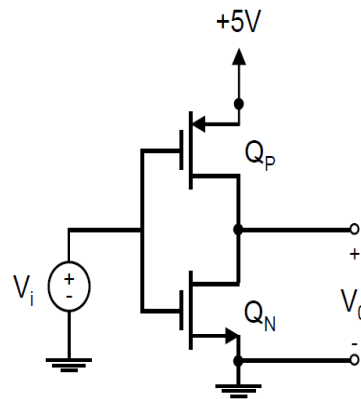

Figura 7.7: Circuito del inversor CMOS
- Monta el circuito de la figura 7.7, correspondiente al inversor CMOS utilizando los transistores ZVN4424A ( $Q_n$ ) y ZVN4424A ( $Q_p$ ). Las hojas de características de los transistores se muestran en el ANEXO a la práctica.